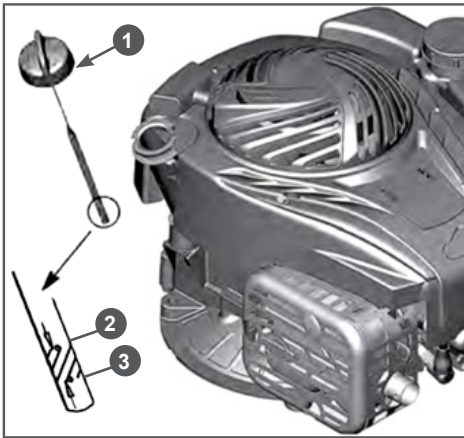

Рис. 12 Проверка уровня масла в картере двигателя
2. Поверните крышку-щуп 1 маслозаливной горловины против часовой стрелки (смотреть сверху) на 90° и извлеките щуп (Рис. 12).
5. Снова извлеките щуп и осмотрите его. Уровень масла должен соответствовать верхней отметке 2 на щупе (Рис. 12).
ливной горловины против часовой стрелки (смотреть сверху) на 90° и извлеките щуп (Рис. 12).
- Снова извлеките щуп и осмотрите его. Уровень масла должен соответствовать верхней отметке 2 на щупе (Рис. 12).